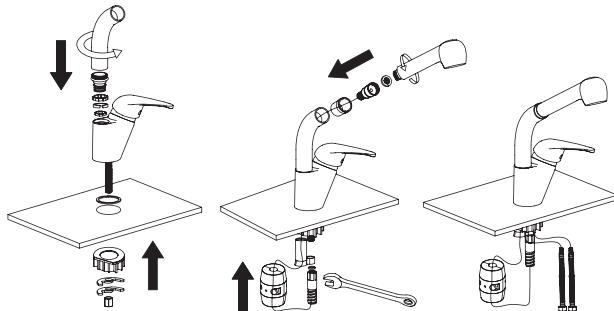

Рис. 3 / 3-сур.
- Соберите смеситель согласно схеме установки (см. рис. 3).